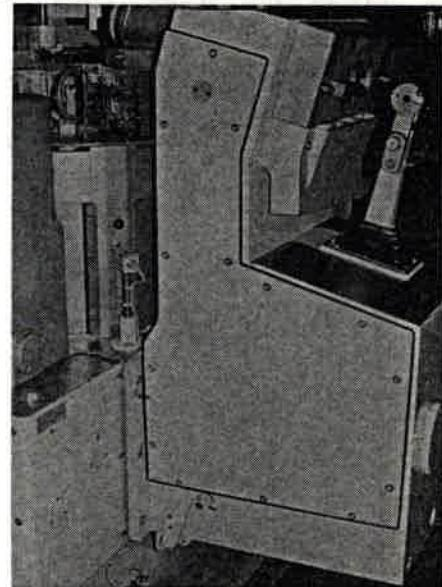

Bild 107
1. Deckel (Bild 107) auf der Vorderseite des Do-